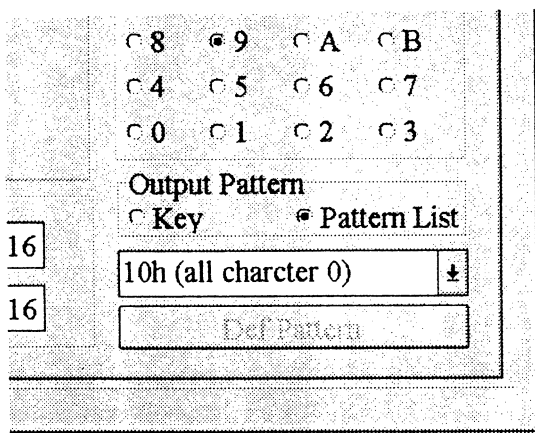

図5.1
- ①図5.1の「Output Pattern」の「Pattern List」を選択します。